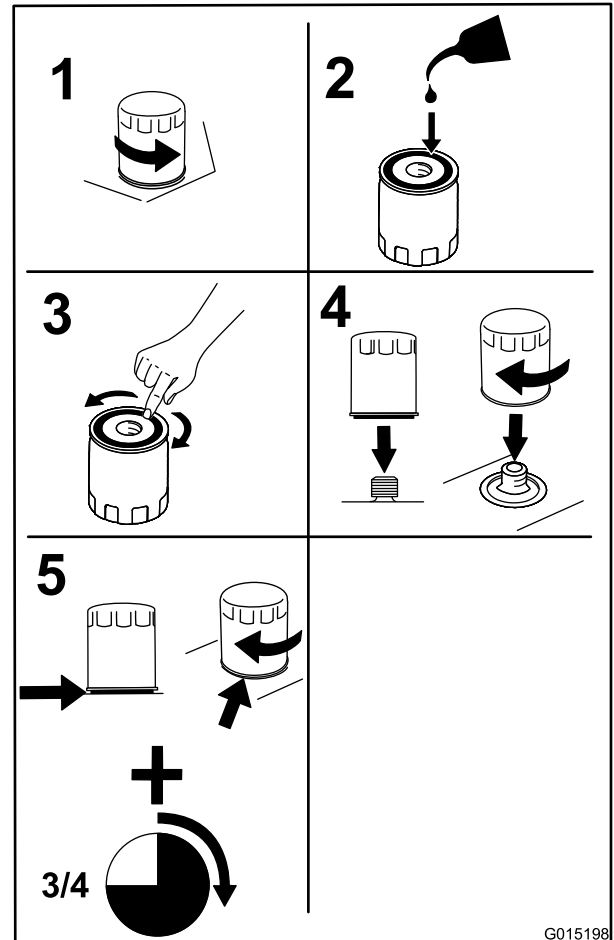

Figura 35
3. Cambiate il filtro dell'olio motore come mostrato in Figura 35.